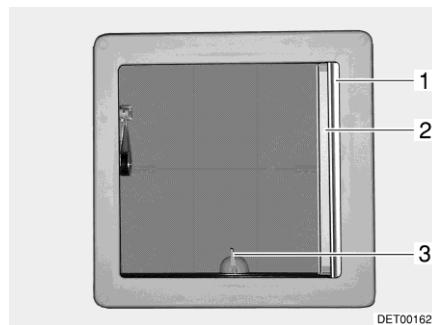
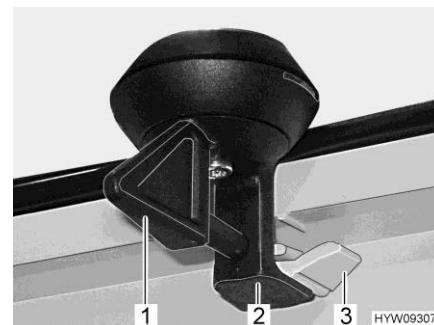

Fig. 48 Oblò inclinabile
Fig. 49 Bloccaggio (oblò inclinabile)
- Ruotare la leva (Fig. 48,3 o Fig. 49,1) di un quarto di giro.
- Girare la leva di un quarto di giro. Il bloccaggio (Fig. 49,2) deve entrare nell'aggancio inferiore (Fig. 49,3).
- Tirare la tendina oscurante pieghevole (Fig. 48,1) fino alla posizione desiderata e rilasciare. La tendina oscurante pieghevole rimane in questa posizione.
**Chiusura:** ■ Estrarre la zanzariera a rullo (Fig. 48,2) fino a quando non scatta il blocaggio dalla parte opposta.